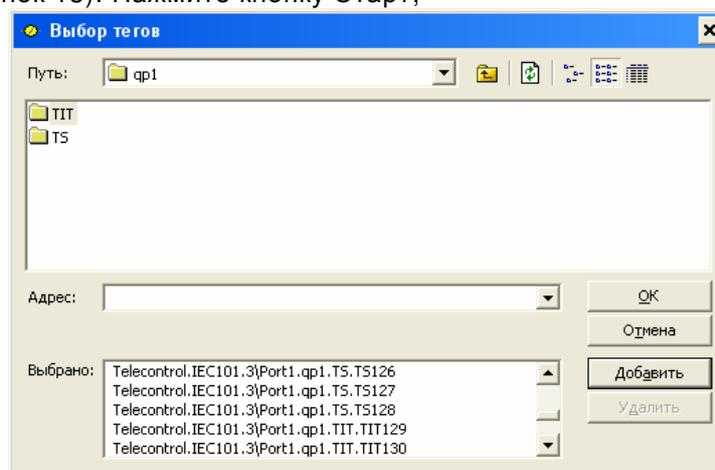

Рисунок 13 – Добавление тегов.
- 6) запустите на ПЭВМ программу Spu. Добавьте с сервера OPC IEC101 все теги устройства (рисунок 13). Нажмите кнопку Старт;